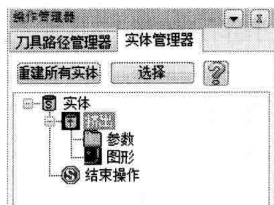

图 1-18 【实体管理器】
- **【实体管理器】**：如图 1-18 所示，相当于其他软件的模型树，记录了实体造型的每一个步骤以及各项参数等内容，通过每个特征的右键菜单可以对其进行删除、重建和编辑等操作。